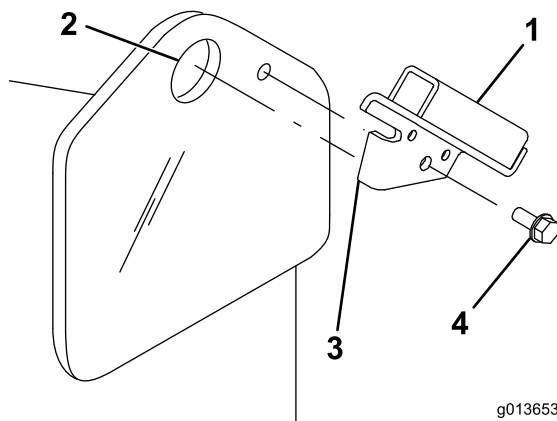

Figure 3
1. Insérez la languette du support d'écran de protection dans le trou du point de levage sur le groupe de déplacement, en alignant le trou du support et le petit trou dans le cadre du groupe de déplacement (Figure 3).
Remarque: Il y a un support droit et un support gauche. Veillez à monter le support correspondant à chaque côté. La languette doit être engagée dans le trou du point de levage et le support doit se trouver à l'extérieur du cadre (Figure 3).
2. Fixez le support au cadre à l'aide d'une vis autotaraudeuse (Figure 3).